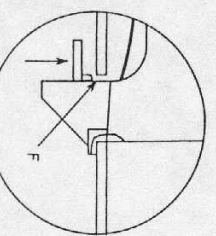

Fig. 10
3. Verify that there is on clearance between the key fulcrum and portion E in the chassis. Attach the stopper (Fig. 10) on the portion F.
3. KEY支点部とシャーン係合部間 (E) に隙間の無い事を確認し、ストッパーをシャーン裏側に、Fig. 10に示す (F) に貼ってシャーンと鍵の隙間に押し込む様にして貼ります。